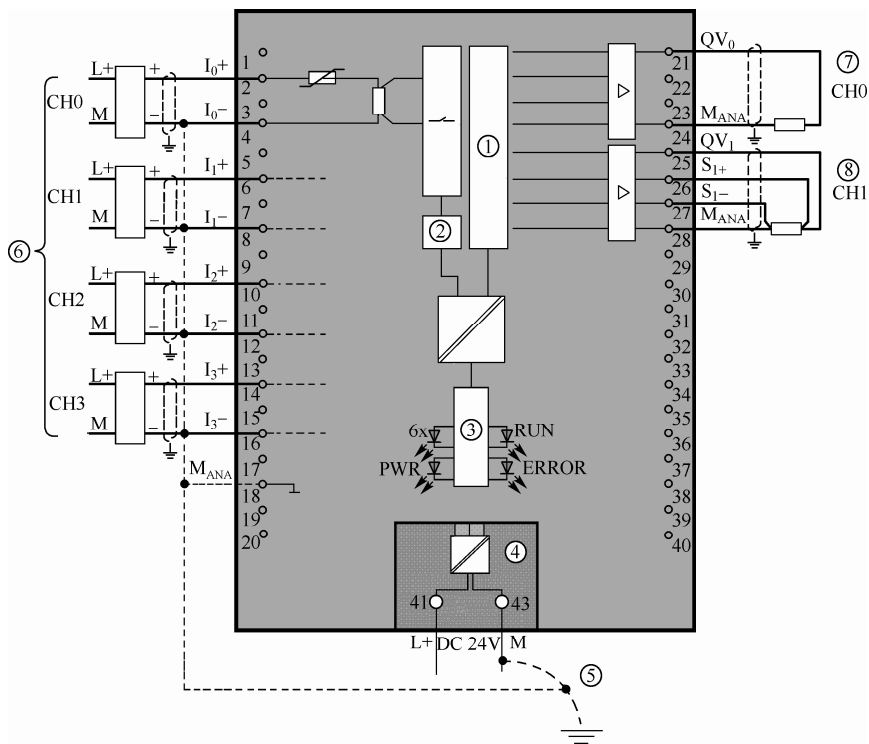

图 2-26 模拟量输入/输出混合模块 (6ES7534-7QE00-0AB0) 的接线
模拟量输入/输出混合模块 (6ES7534-7QE00-0AB0) 如图 2-26 所示, 标记⑥处是 4 个通道的模拟量输入, 图中为四线式电流信号输入, 还可以为电压、热电阻输入信号。标记⑦处是二线式电压输出, 标记⑧处是四线式电压输出。